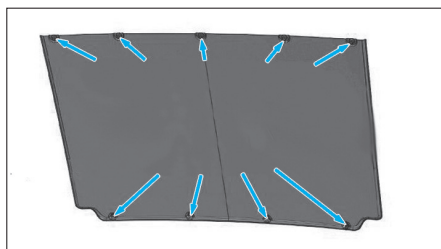

Fig. 52
- Dégrafer puis déposer la garniture de pavillon arrière (Fig.52).